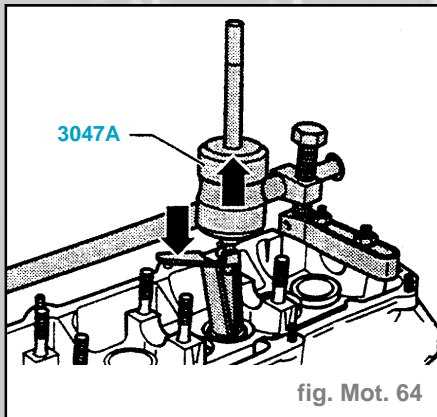

fig. Mot. 64
- Extraire les étanchements des tiges de soupapes avec **3047A** (fig. Mot. 64).